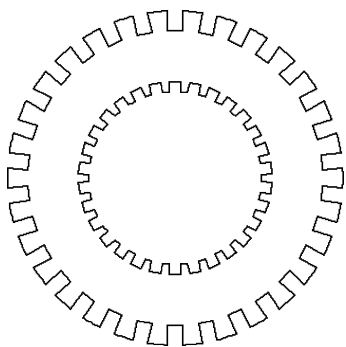

图 3-61 绘制图形
2) 运用所学的基本绘图命令，绘制“齿轮”示意图，如图 3-61 所示。